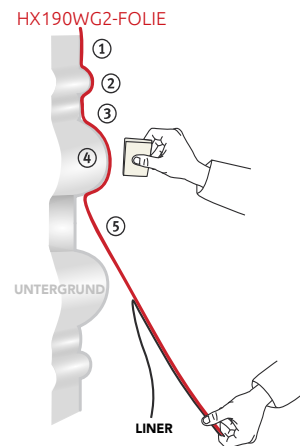

Abbildung 07
- › Abdeckpapier nach und nach abziehen, dabei die Folie weiter nach unten hin spannen. (Abb. 07)
- › Beginnen Sie mit der Vertiefung ①, dann mit der Erhebung ②, bis hin zur nächsten Vertiefung ③.
- › Anschließend ist der darauf folgende erhabene Bereich anzubringen ④. Auf diese Weise kann nun bis zur ⑤ vollständigen Folienverklebung fortgeföhren werden.